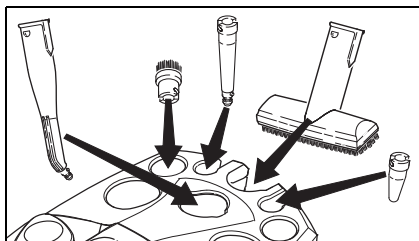

Fig. 1
- ➔ Anbring hånddyse (E1) i den dertil hørende holder (se fig. 1) **Bemærk:** Punktstråledyse (D1), forlænger (D2), rundbørste (D3) og powerdyse (D4) er allerede på plads.